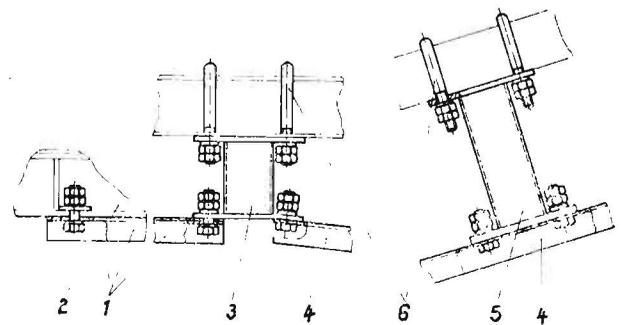

Bild 9
4.2.13. Schutzplatten (Bild 3 – Pos. 15 und Bild 9)
Sie dienen dem Schutz der Hydraulikleitungen, der Hydraulikschläuche und des Reinigungsgebläses. Eine detaillierte Darstellung der Befestigung zeigt Bild 9. Die Schutzplatte (Pos. 1) wird vorn links und rechts an der bereits mit entsprechenden Bohrungen versehenen Grundplatte (Pos. 2) der Triebachseitenwand befestigt. Das hintere Ende von Pos. 1 wird vom Träger Pos. 3 getragen. Das vordere Ende der Schutzplatte Pos. 4 wird ebenfalls an dem Träger Pos. 3 befestigt.